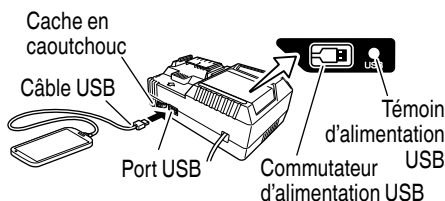

Fig. 8
- Mettez le commutateur d'alimentation USB sur marche (Fig. 8)
- Connectez le câble USB. (Fig. 8)
- Mettez le commutateur d'alimentation USB sur arrêt et débranchez le câble d'alimentation de la prise électrique. (Fig. 8)